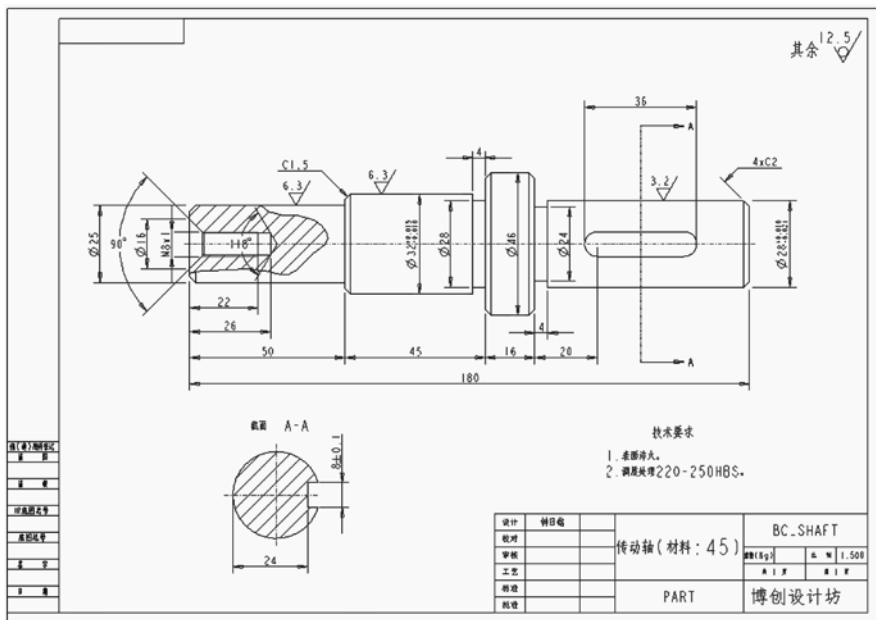

图 12-138 参考的工程图
② 输入描述性文本为“传动轴(材料:45)”这几个字。单击“接受”按钮 ，或者按〈Enter〉键确认。
③ 在功能区“注释”选项卡的“注释”面板中单击“注解”按钮 ，打开“注解类型”菜单，在图框中标题栏上方的合适位置处添加技术要求。
④ 根据设计要求，双击标题栏的其他要填写的单元格以进行填写操作，并对相关注释文本的高度和放置位置进行合理性调整。进行此步骤后完成的工程图效果如图 12-138 所示。